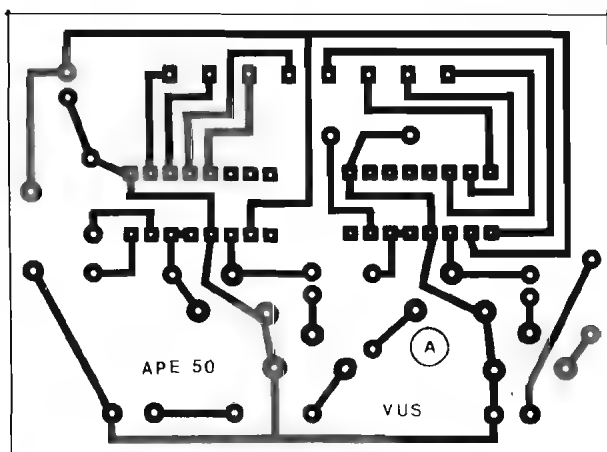

Fig. 2
**FIG. 2 - LAY OUT DO CIRCUITO IMPRESSO ESPECÍFICO - PLACA "A"** - Conforme já foi dito, o arranjo mecânico da montagem distribuiu o circuito sobre duas placas. Uma delas (A) comporta os dois Integrados, componentes de polarização e ajuste, etc. A outra (B), suporta a matriz de 16 LEDs. O arranjo final em "L" exige um certo rigor mecânico, nas medidas e disposições de ilhas, pistas, furos, etc. Assim, nas duas placas, recomendamos a confecção a partir de decalques apropriados, que promovem um resultado muito melhor e menos sujeito a "descasamentos" dimensionais que poderiam complicar as coisas ao final... Na fig. 2 temos o padrão cobreado de ilhas e pistas (**escala 1:1**) da placa "mãe" (A), enfatizando-se a barra de 8 contatos em linha (próxima à borda superior da placa, na ilustração...) destinado justamente ao acoplamento eletro-mecânico com a outra placa (B). O padrão geral é simples, e o Hobbysta não encontrará dificuldades em reproduzi-lo e confeccionar o Impresso... Aos iniciantes, recomendamos dar uma "passada" atenta nas INSTRUÇÕES GERAIS PARA AS MONTAGENS (lá no começo da Revista), na busca de importantes informações práticas a respeito da construção e aproveitamento de Circuitos Impressos...